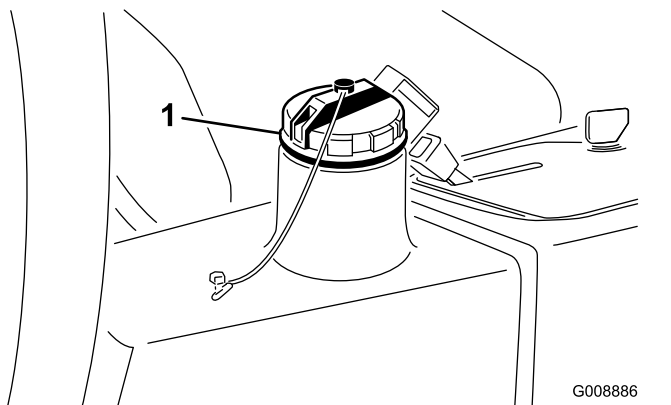

Figura 30
2. Pulite attorno al collo del bocchettone e del tappo del serbatoio idraulico (Figura 30). Togliete il tappo di riempimento.